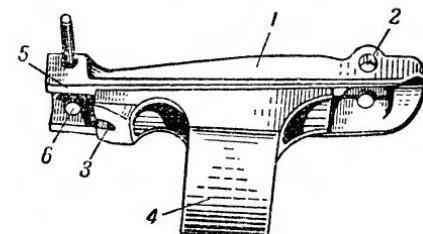

Рис. 11. Колодка прицела:
**12. Колодка прицела** (рис. 11) служит основанием прицела. Она имеет: сектора для установки высот прицела, проушины для цапф прицельной планки, продольный канал для прохода толкателя стебля затвора, кольцо, пазы и поперечное отверстие для крепления колодки на стволе.